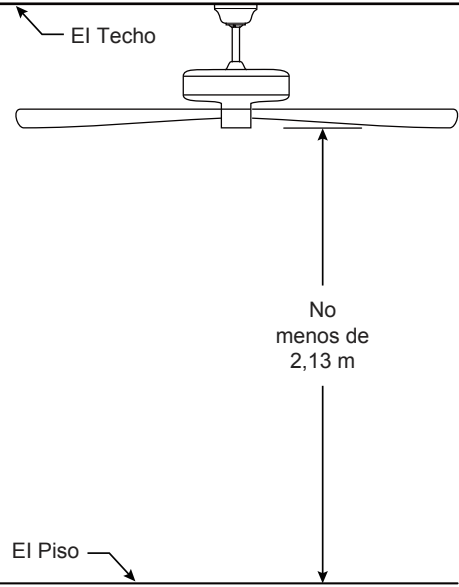

Figura 2
Uso de perfil profundo (Figura 2)
2. Retire el clip de horquilla y pasador de horquilla de la parte inferior de la bola para colgar. Retener el pasador y clip para la reinstalación en el paso 4. (Figura 2)
Debe colgar el ventilador a una distancia mínima de 2,13 m desde las aspas hasta el piso. (Figura 2)
Para evitar una posible descarga eléctrica, asegúrese de cortar la alimentación eléctrica de la caja de fusibles principal antes de alambrado el ventilador. (Figura 2)
2. Coloque y ajuste firmemente la cubierta para el tornillo de la base sobre los tornillos de reborde de la abrazadera para colgar mediante el mecanismo de seguro por giro del chavetero. (Figura 2)
2. Coloque la cubierta embellecida en la parte inferior de la placa de las palas. (Figura 2)
- 2.** Restaure la fuente de alimentación de la toma de corriente enciendo la electricidad del fusible principal. (Figura 2)